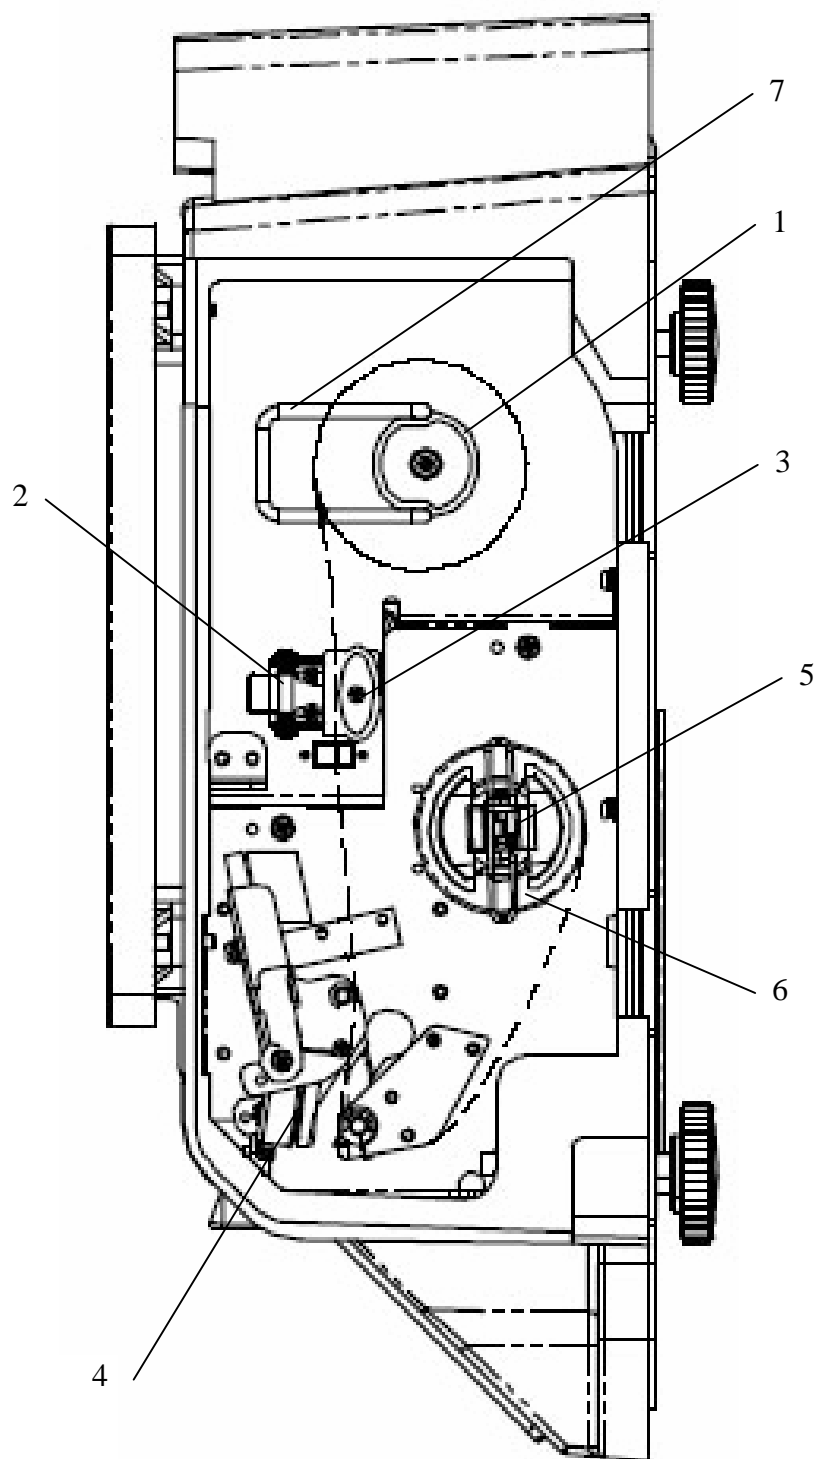

Рис. 20.
- а Вытащите ограничитель 7, см. рис. 20 (такая же схема показана на самой крышке), и снимите пустую втулку с оси подачи 1.
- а Установите первый рулон на ось подачи 1 так, чтобы этикетки были сверху, согласно рис. 20. Вставьте обратно ограничитель 7.